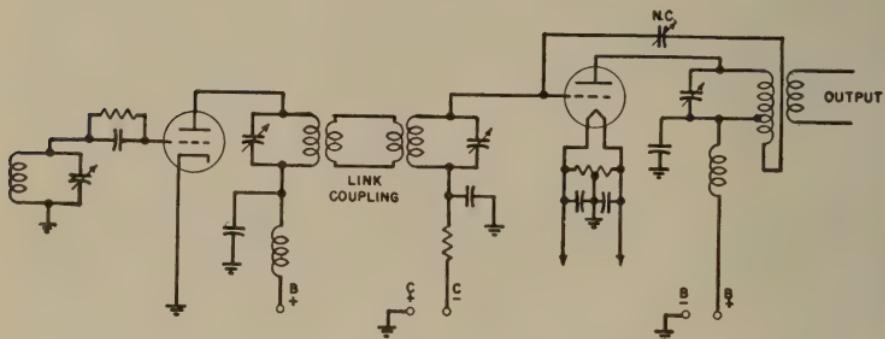

FIG. 3-9.—Link coupling arrangement.
Ans. See Fig. 3-9.
*Ans.* See Fig. 3-9.